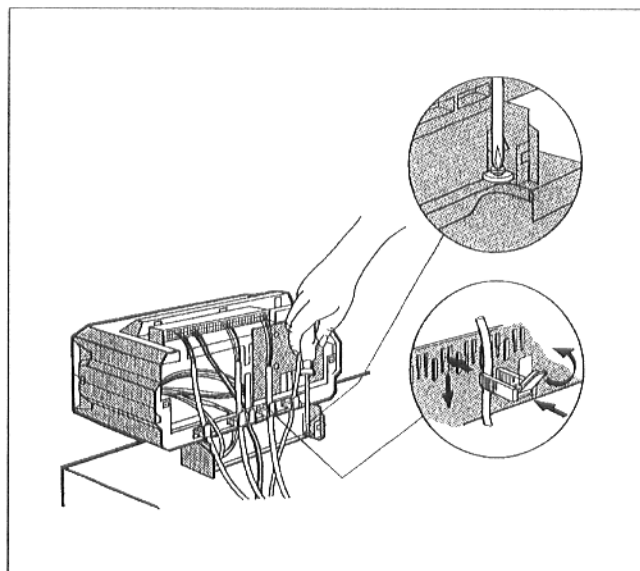

Fig. 14 – Schema de principe
- Visser à l'aide de 2 vis Parker le socle de l'appareil de régulation, à droite et à gauche, à l'intérieur du passage des câbles, sur la jaquette supérieure de la chaudière (Fig. 14).
- Fixer tous les câbles à l'aide de serre-câbles: enfoncer le serre-câble muni du câble dans le haut des fentes du cadre de fixation des serre-câbles; la nervure du levier doit être dirigée vers le haut (Fig. 14). Pousser le serre-câbles vers le bas et l'enfoncer. Rabattre le levier vers le haut (Fig. 14). Poser les câbles et les tubes capillaires avec soin!